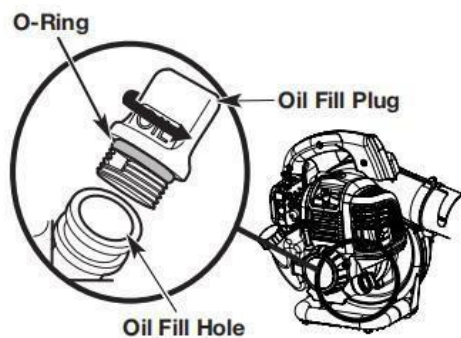

Fig. 9
- 3) Reinig het gebied rond de olievlug (Fig. 9) om te voorkomen dat er vreemde voorwerpen in de olievlug terecht komen.
Opmerking: Zorg ervoor dat de O-ring op de olievulplug is aangebracht (Fig. 9).
- 1) Reinig het gebied rond de olievulplug (Fig. 9) om te voorkomen dat er vreemde voorwerpen in de olievulopening terechtkomen.